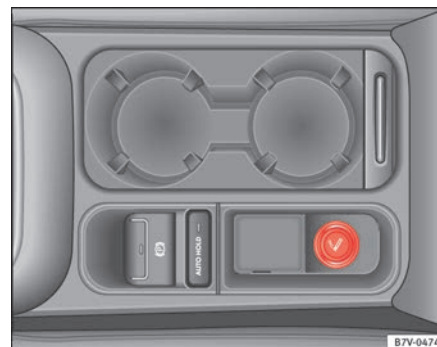

Fig. 118 Consola central delantera: encendedor.
En función del equipamiento podría haber un encendedor en la parte delantera de la consola central ⇒ fig. 118, o bien en el compartimento de la parte delantera de la consola central.
- Presionar hacia adentro el botón del encendedor, estando el encendido conectado ⇒ **fig. 118**.